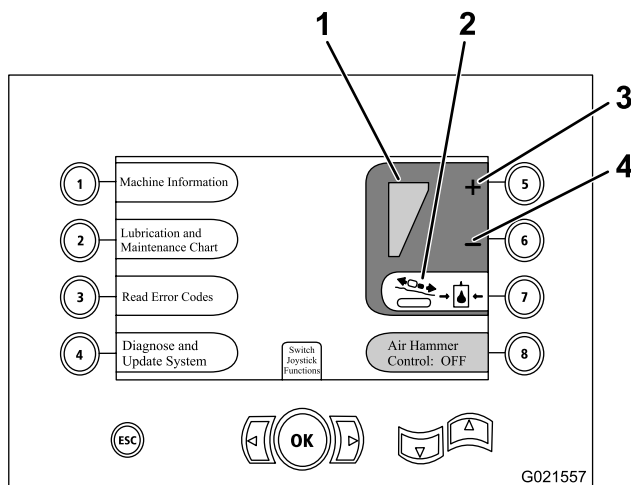

**Figure 70**
1. Appuyez sur le bouton 7 sur l'écran pour placer la pression du chariot en position activée (vert), comme montré à la Figure 70.